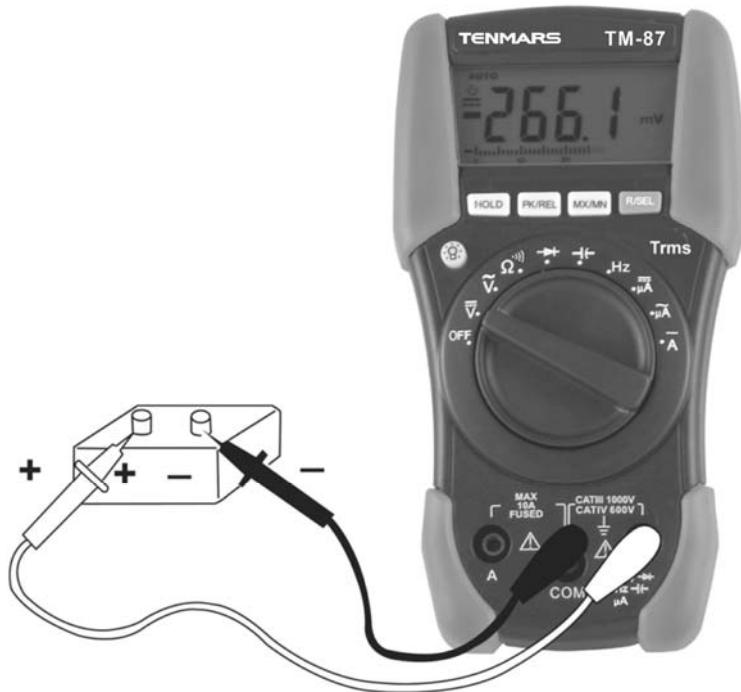

Fig. 2
3. 將紅色測試棒插入 "**HzVΩμA**" 插座；黑色測試棒插入 "COM" 插座。(如 Fig. 2)